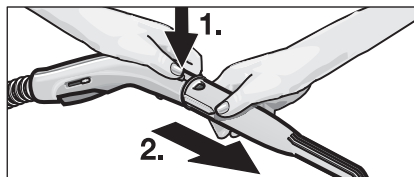

Fig. 2: Adskillelse af tilbehørsdelene
- Tryk på åbnetasten (B3 resp. F2) for at skille tilbehørsdelene ad og træk delene fra hinanden (se fig. 2).